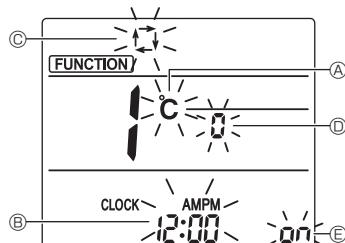

Fig. 7-10
- Vérifiez que la fonction n° "1" est affichée puis appuyez sur la touche Ⓛ SET ③. L'écran de réglage de l'affichage s'affiche. (Fig. 7-10)